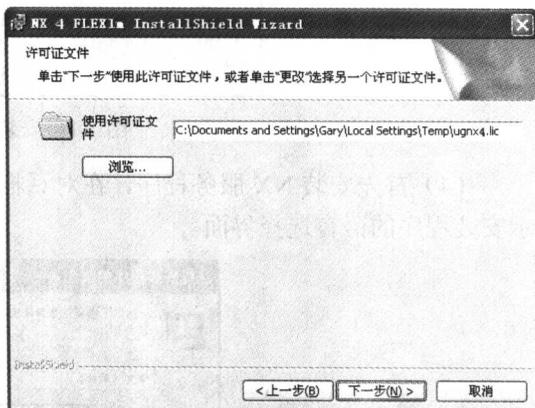

图 1-6 许可证文件界面
- (8) 单击  按钮进入许可证文件界面, 如图 1-6 所示。
- (9) 单击  按钮选择刚才复制到硬盘的许可证文件【ugnx4.lic】的所在位置。